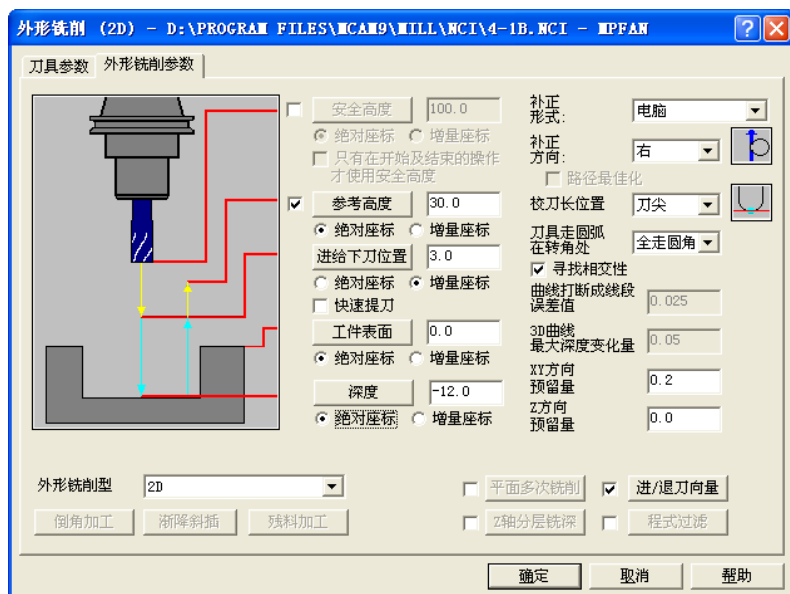

图4-33 外形铣削
3) 选择“外形铣削(2D)”，加工118mm×78mm矩形外形。刀具参数、参考高度和进给下刀位置等均同步步骤1)，工件表面：0.0，深度：-12.0，XY方向预留量：0.2，Z方向预留量：0.0，补正形式选择“电脑”，补正方向：右，勾选“进/退刀向量”，勾选“封闭轮廓由中点执行进/退刀”，其余默认，如图4-33所示。将步骤1)~3)设定为一个群组，名称为D16。